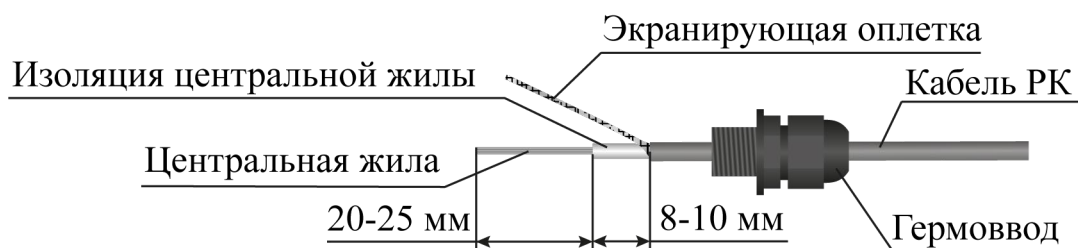

Рисунок 4.22
– на кабель РК надеть гермоввод, корпус муфты (рисунок 4.22);
– слегка затянуть накидную гайку гермоввода (рисунок 4.22);
- снять изоляцию центральной жилы, оставив 8 - 10 мм до края внешней изоляции (рисунок 4.22);
- обкусить центральную жилу, оставив 20 – 25 мм (рисунок 4.22)